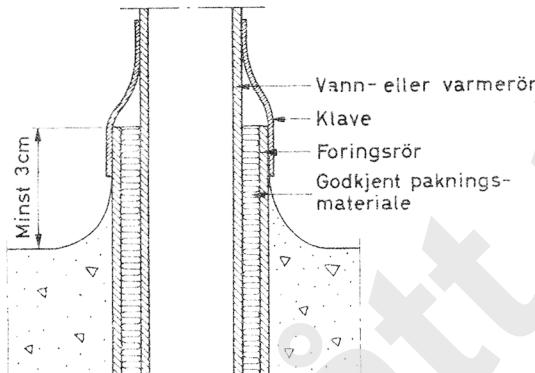

Fig. 119.
- 119 Rør som innstøpes i golvet, skal isoleres med asfalt e. l. og gis minst 3 cm betongoverdekking armert med netting. Vannledninger og varmerør som ikke kan føres utenom golvet, skal gjennom golv og minst 3 cm over dette føres i varerør, se fig. 119.